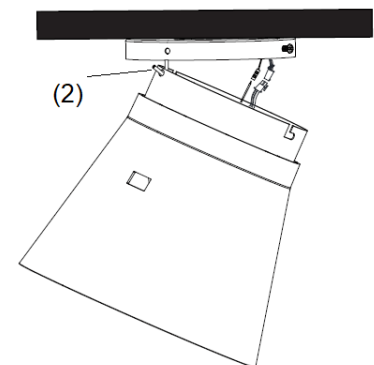

Abb. 4
- Setzen Sie den kompletten Ventilator in die Halterung ein. Hängen Sie den kompletten Ventilator an den J-Haken (2) der Halterung. (Abb. 4)